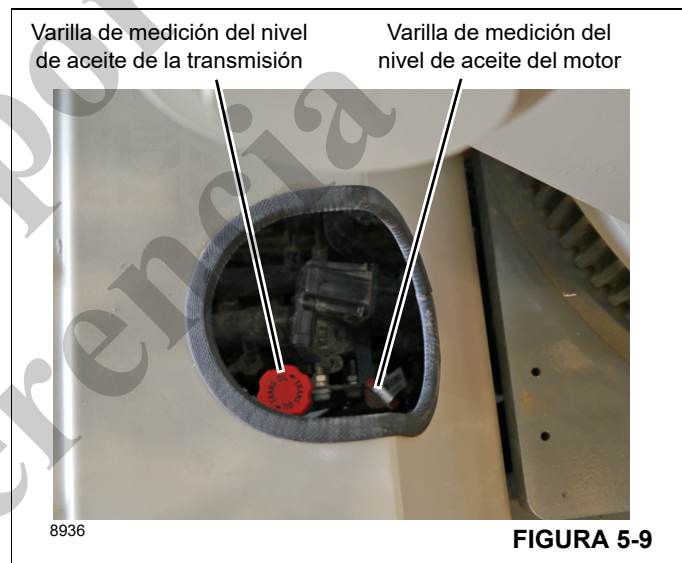

FIGURA 5-9
3. Retire la varilla de medición de aceite del motor (vea la Figura 5-9) y revise el nivel de aceite. El nivel de aceite deberá verse en la zona cuadrículada de la varilla de medición.
2. Abra la cubierta del compartimiento del motor. Retire la varilla de medición (Figura 5-9) y revise el nivel de aceite. El nivel de aceite deberá observarse en la varilla de medición entre las marcas mínima y máxima con el aceite frío.